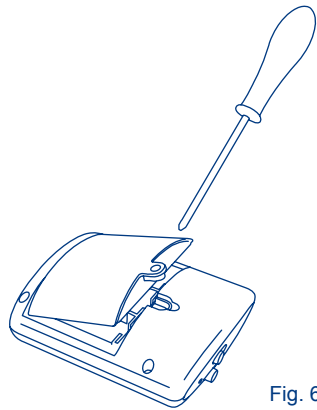

Fig. 6
- 6) • Remove the battery cover using a Philips screwdriver. (Fig. 6) Install three size C batteries and replace the battery cover. Do not overtighten the screw.
- Use un destornillador Phillips para retirar la cubierta de las pilas. (Fig. 6) Instale tres pilas tamaño C y reemplace la cubierta de las pilas. No ajuste de más el tornillo.
- Utilisez un tournevis cruciforme pour enlever le couvercle des piles. (Fig. 6) Installez trois piles taille C, puis remplacez le couvercle des piles. Ne pas trop serrer la vis.